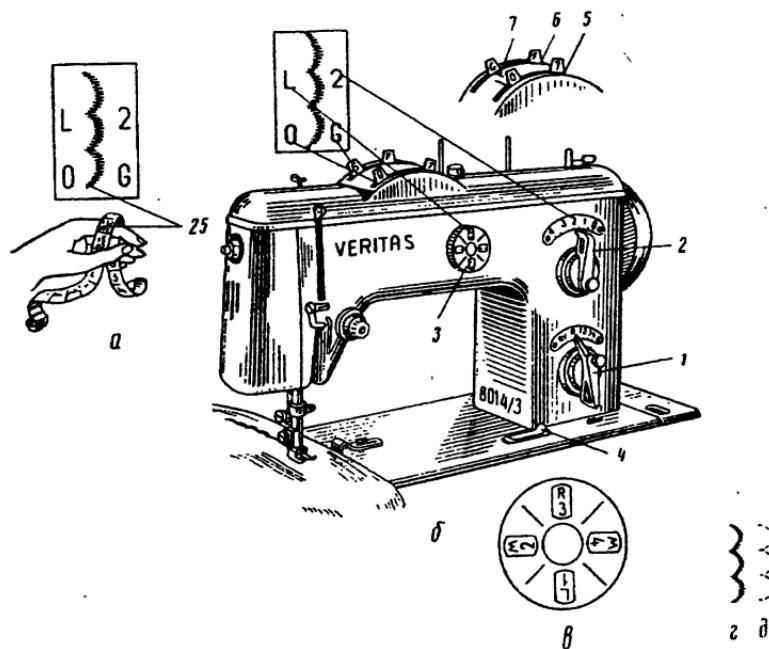

Рис. 37. Управление автоматикой на машине «Веритас» 8014/3 класса:
При регулировке машины на сантиметровой ленте выбирают узор, например двадцать пятый от начала ленты. Условно его называют узором 25 (рис. 37, а).
2) установить рычаг 1 (рис. 37, б) между нулем и первым делением в соответствии с желаемой густотой выбранного рисунка и толщиной верхней нитки;
- 4) в левом нижнем углу прямоугольника узора 25 (см. рис. 37, а) стоит 0, следовательно, цифровую (ближнюю) звезду 5 (см. рис. 37, б, 36, б) вращать не нужно;
- 5) поставить рычаг 3 знаком R/3 вверх (рис. 37, в), чтобы можно было вращать буквенную (далнюю) звезду 6 (см. рис. 36, б);
- 6) в правом нижнем углу прямоугольника с узором 25 (см. рис. 94, а) стоит буква G, следовательно, буквенную звезду нужно вращать по ходу часовой стрелки (вправо) до тех пор, пока такая же буква G не встанет против черточки 7, как показано на рис. 37, б;
7) в середине левой стороны прямоугольника с узором 25 (см. рис. 37, а) стоит буква L, значит рычаг 3 надо поставить знаком L вверх;
8) в середине правой стороны прямоугольника (см. рис. 37, а) стоит цифра 2, значит рычаг 2 надо поставить на цифру 2 (см. рис. 37, б);
Узор 25 (см. рис. 37, а), как любой другой узор, можно делать из более узких частей (рис. 37, г), если рычаг 2 поставить между цифрами 2 и 1 или между 1 и 0, или на 0 (рис. 37, д). Однако ставить рычаг 2 на большую цифру, чем требуется по узору нельзя.